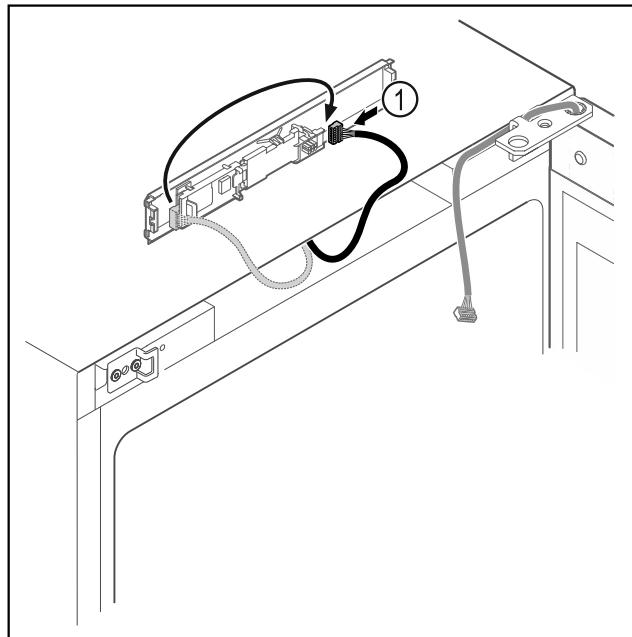

Fig. 17
- Vėl įkiškite kištuką į plokštę Fig. 17 (1).